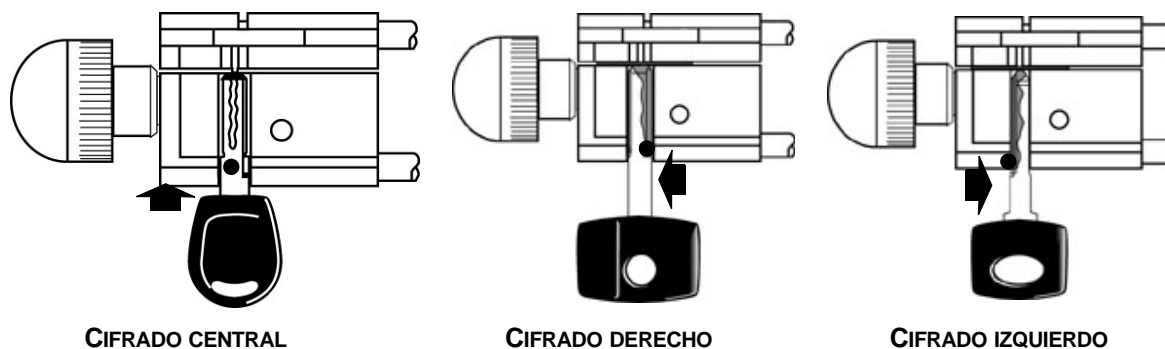

Figura 32: Tipología cifrado Laser
3. Fijar la llave en la abrazadera por medio de la manilla (9);
- poner el palpador en correspondencia del punto indicado en figura 32, según el diferente tipo de cifrado de la llave (cuatro trazas externas, doble traza interior, doble traza externa);
- fijar el carro por medio de la manilla (11);
8. Accionar la modalidad cifrado apretando el botón (13);
**Nota Bene:** Se aconseja que fije el grupo fresa-palpador en posición de corte girando la palanca (16) en el sentido horario.